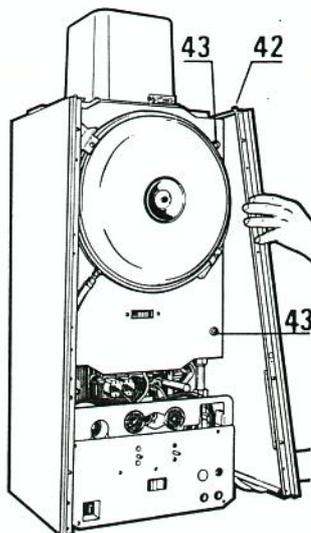

Fig. 22
2) Assembler les pièces en commençant par les deux panneaux de côté (fig. 22). Après les avoir accrochés, engager les vis en partie inférieure et les visser à demi.
4) Accrocher le panneau avant en l'engageant dans les deux têtes supérieures (42) (fig. 22), et ajouter les 3 vis de fixation dans la partie inférieure.
Pour intervenir sur le brûleur, il y a lieu de démonter la porte avant du caisson en dévissant les 4 vis (43) (fig. 22)
- Remonter la porte avant du caisson et visser les 4 vis (43) (fig. 22).